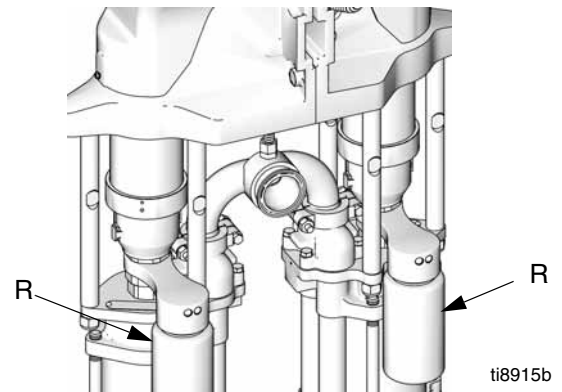

ABB. 6. Die TSL-Behälter füllen
Die Teile Nr. 206995 Halsdichtungsflüssigkeit (TSL) befördert Reste von der Pumpenstange in den Tank. Die TSL-Behälter (R) mit Graco-TSL-Flüssigkeit 206994 füllen. Siehe ABB. 6. Befüllanweisungen siehe **Austausch der TSL** auf Seite 15.